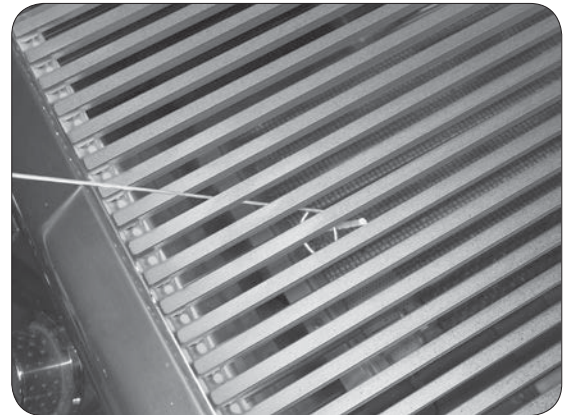

Fig. 28-2 - Éclairage manuel
**ATTENTION:** Attendez toujours cinq (5) minutes le gaz pour se dégager après que n'importe quelle tentative non réussie d'éclairage.
2. Insérez un allumeur brûlant de butane de long-baril, une allumette brûlante de long-tige, ou une allumette brûlante tenue par un support de prolongation de fil par la grille à cuire s'ouvrant au dessus du brûleur (fig. 28-2).
4. Si le brûleur ne se allume pas dans les cinq (5) secondes de tourner le bouton de commande, enfoncez immédiatement le bouton et tournez la valve à **AU LOIN**. **ATTENDEZ CINQ (5) MINUTES** avant de répéter les étapes 2 à 4 des instructions manuelles d'éclairage.